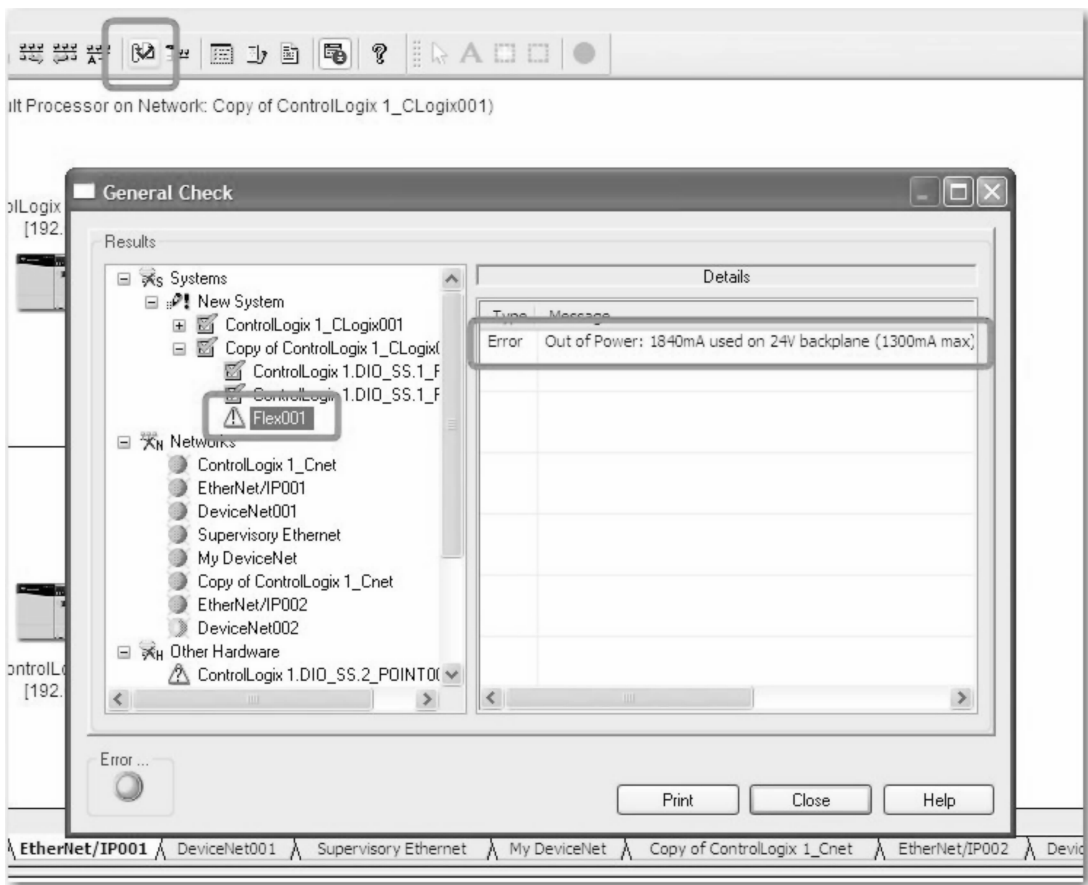

图 26-187 “常规检查”对话框
1. 单击 IAB 工具栏中的“常规检查”(General Check) 按钮。IAB 会显示该项目的“常规检查”(General Check) 对话框, 如图 26-187 所示。